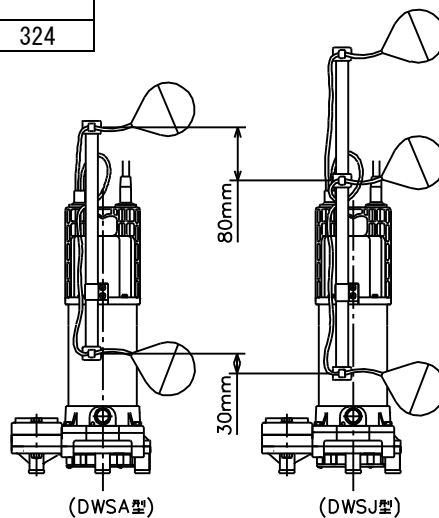

図 6
(11) 自動交互形ポンプ(DWSJ 型)は、DWSJ 型と DWSA 型を組にしてはじめて自動交互運転が行われます。図 6 の通りにフロートの位置を設定してください。フロートの位置関係が狂いますと正常な動作をしなくなる場合があります。
(12) 槽内に満水警報の設置を推奨します。当社にて警報盤と水位制御用フロートスイッチを用意していますのでご用意ください。
(13) 自動運転装置に電極棒をご使用の場合は、汚物が電極棒にからんだり油の付着により誤動作を起こす場合がありますのでご注意ください。
(14) 着脱装置の据付は、着脱装置に付属の「水中ポンプ用着脱装置」の取扱説明書により行なってください。